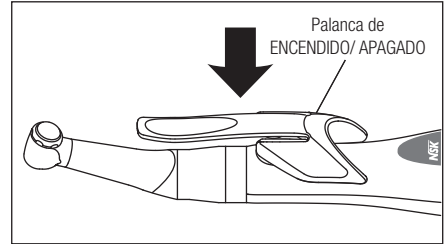

Fig. 6
Utilice manguitos de barrera para evitar la contaminación cruzada durante el proceso de uso. Si se instala correctamente, el manguito de barrera cubrirá toda la parte de la pieza de mano del motor tal y como se muestra en la siguiente imagen (fig. 6). Por favor, seleccione el producto de acuerdo con el "Ejemplo de manguito de barrera" que aparece a continuación, compatible en la mayoría de los casos. Por favor, consulte las instrucciones de los manguitos de barrera para conocer todos los detalles.
- 1) Monte la palanca del interruptor de ENCENDIDO/ APAGADO, tal y como se muestra en la Fig. 6.